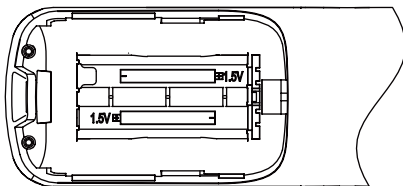

Abb. 2.8
3) Entnehmen Sie die Batterien. Setzen Sie zwei neue AAA-Batterien ein. Achten Sie dabei auf den gekennzeichneten Plus- und Minuspol (siehe Abb. 2.8). Schließen Sie das Batteriefach wieder.